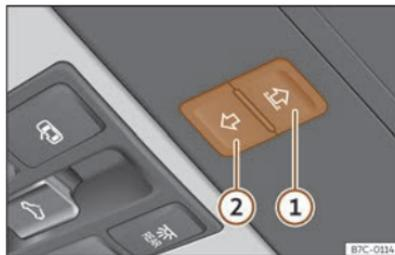

Fig. 62 Nel rivestimento interno del tetto: tasto di funzione per gestire la tendina parasole.
• Se ancora non si riesce a chiudere, prima che passino 5 secondi premere il tasto >>> **fig. 62** **②** finché la tendina non si chiuderà completa-